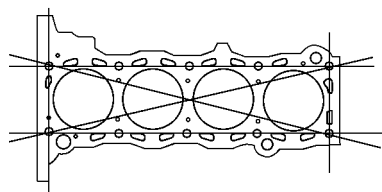

图 1-111 检查气缸盖垫片安装面是否有挠曲变形
(4) 检查气缸体的挠曲变形。使用精密直尺和塞尺检查气缸盖垫片的安装面是否有挠曲变形，如图 1-111 所示。